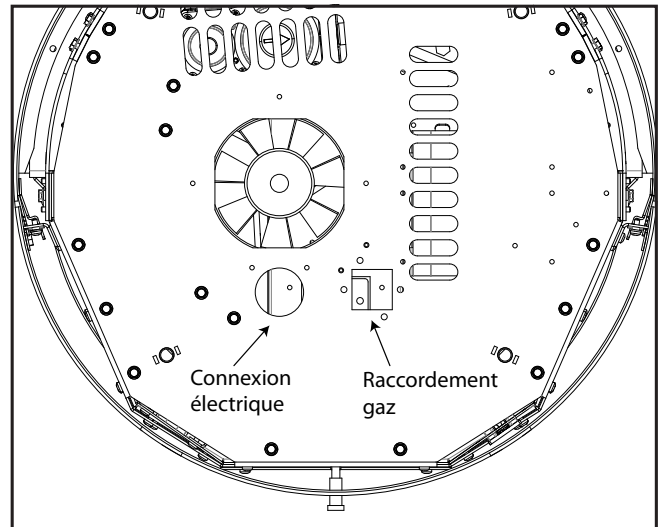

Figure 84: Points de connexion de gaz et d'électricité (vue de dessous)
4. Recâblez la prise électrique IEC et positionnez-la sur le trou indiqué dans Figure 84.